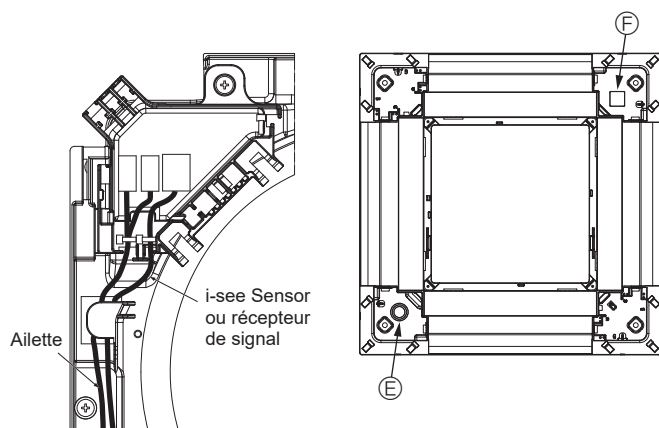

Fig. 6-14
- Faites passer les fils de l'i-see Sensor et du récepteur de signal comme illustré dans la Fig. 6-14.